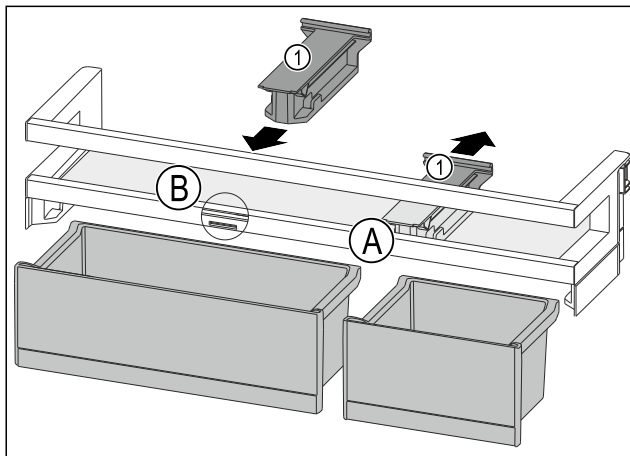

Fig. 83
- ▶ Снимите крепление Fig. 83 (1) в позиции Fig. 83 (A), отодвинув его назад.
- ▶ Установите крепление Fig. 83 (1) в позиции Fig. 83 (B).